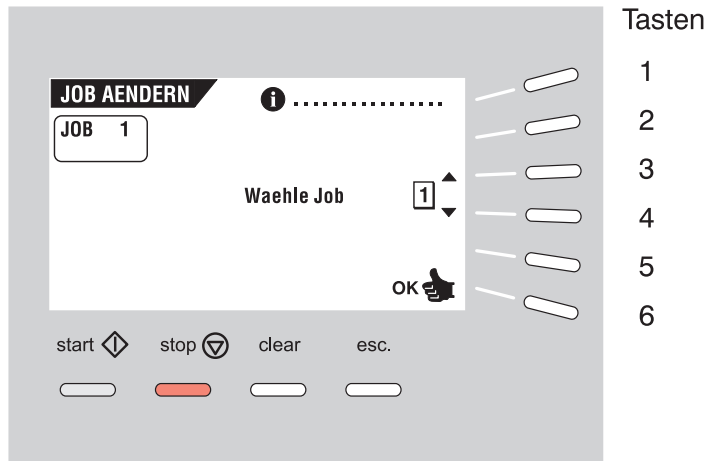

Abb. 13
Bei Betätigung der Taste 2 im HAUPTMENUE (1) erscheint im Display das Menü JOB AENDERN (siehe Abb. 13) mit folgenden Funktionen:
- Wahl des gewünschten Jobs und Bestätigung mit OK (Taste 6). Die FPi 3030 kehrt zum HAUPTMENUE (1) zurück.